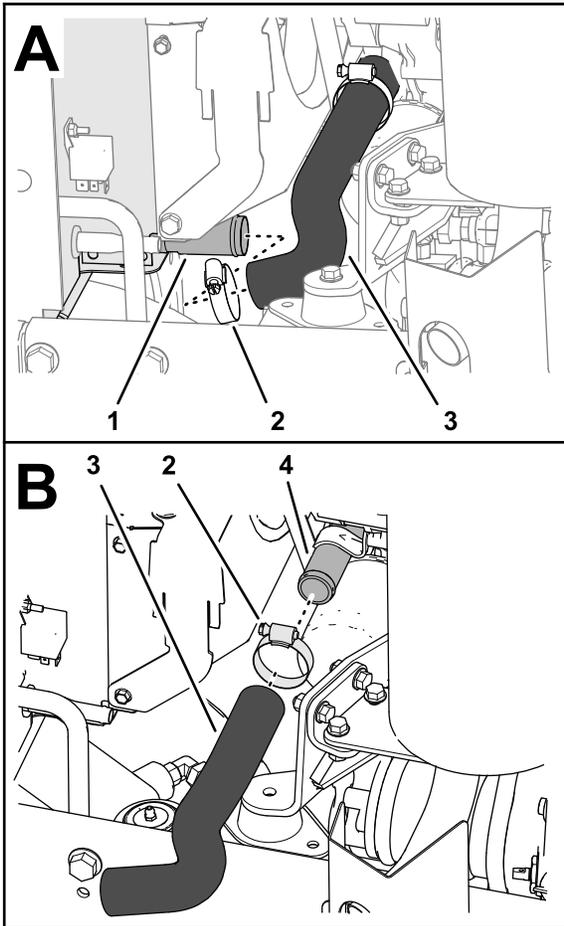

Figura 15
1. Retire la abrazadera que fija la manguera inferior del radiador a la salida del mismo y separe la manguera del radiador (Figura 15).
2. Retire la abrazadera que fija la manguera inferior del radiador a la entrada del motor y retire la manguera del motor (Figura 15).